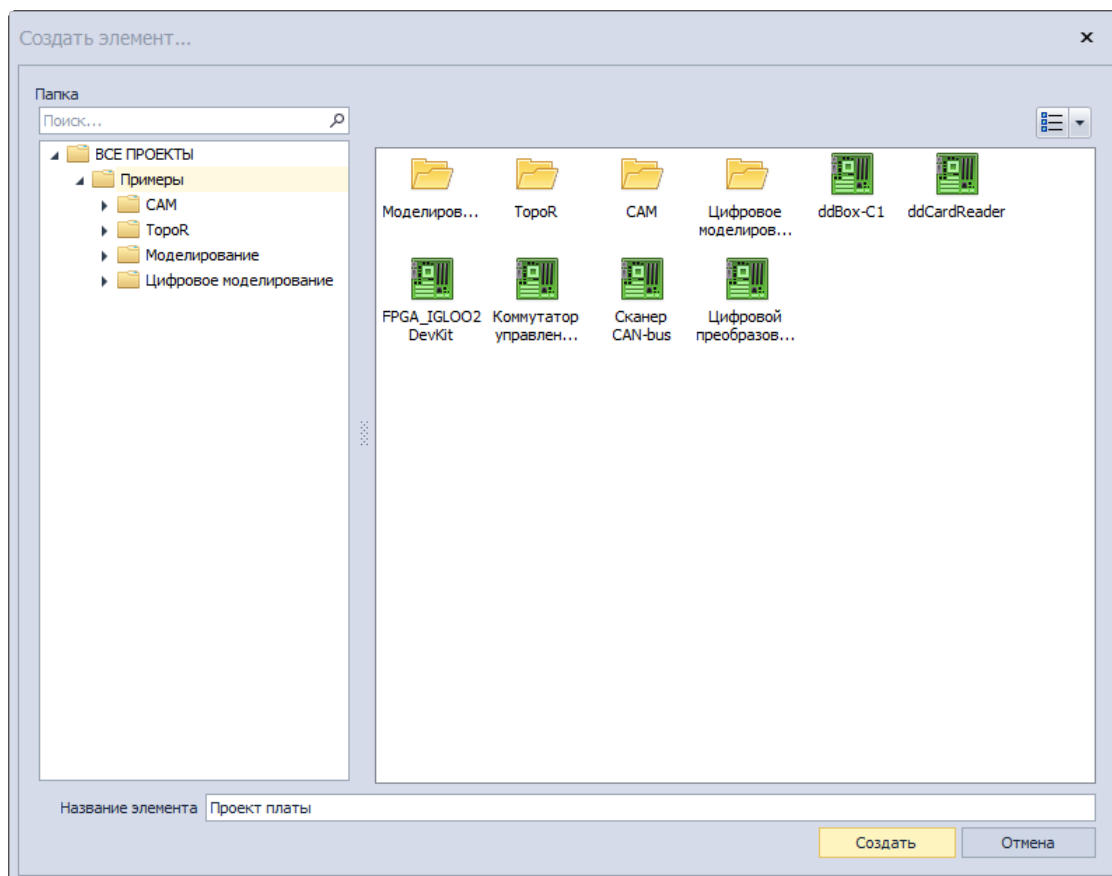

Рис. 22 Выбор директории
4. Выберите папку, в которой будет создан проект и нажмите «Создать», Рис. 22.